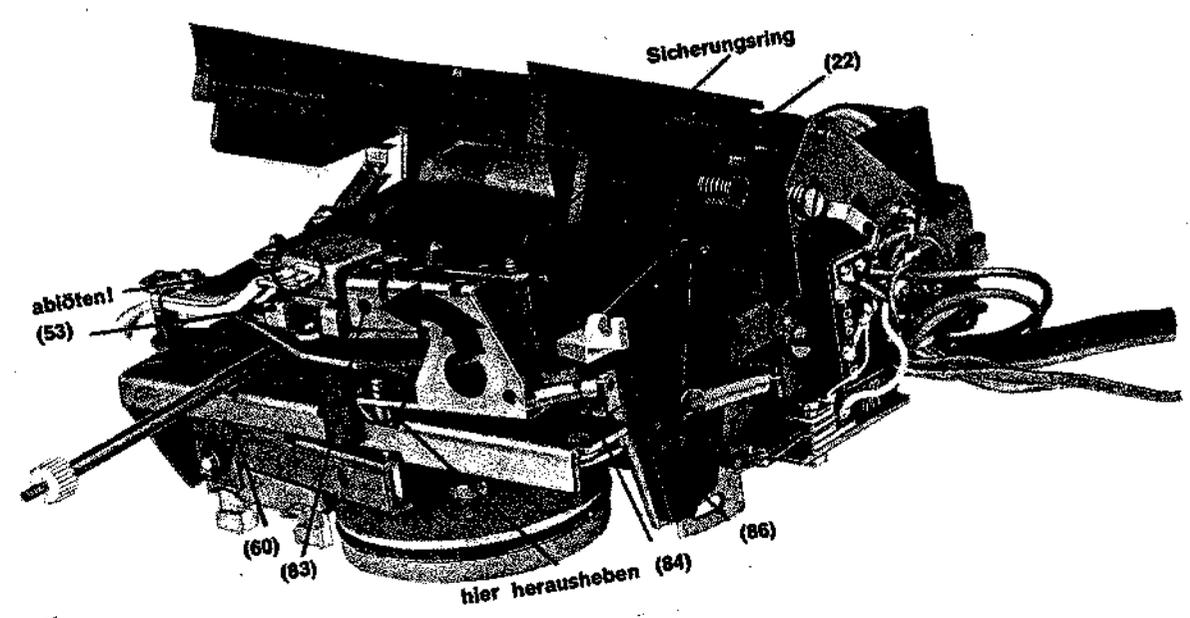
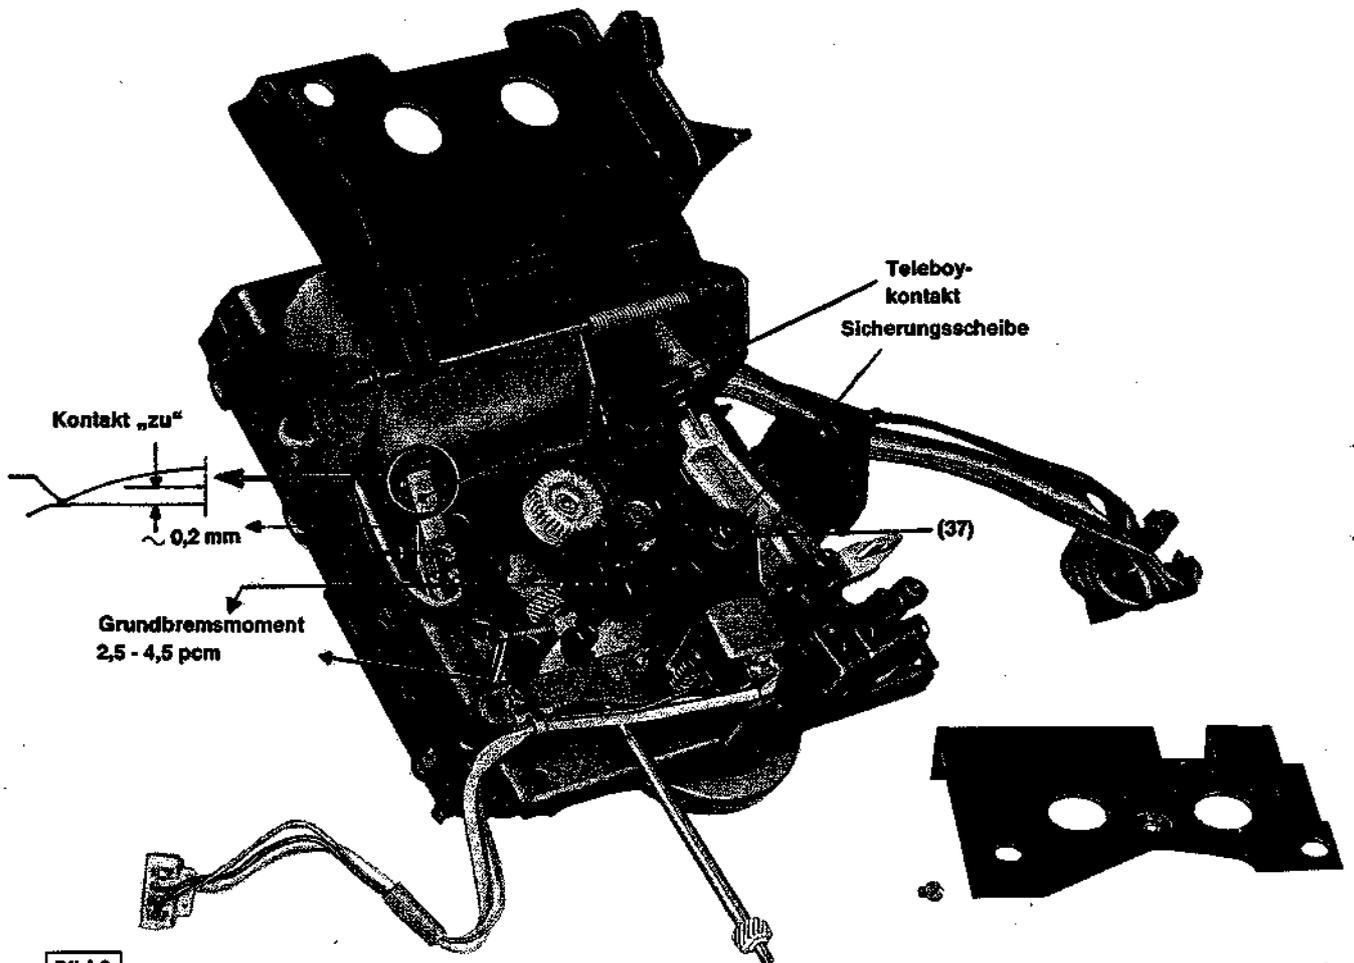
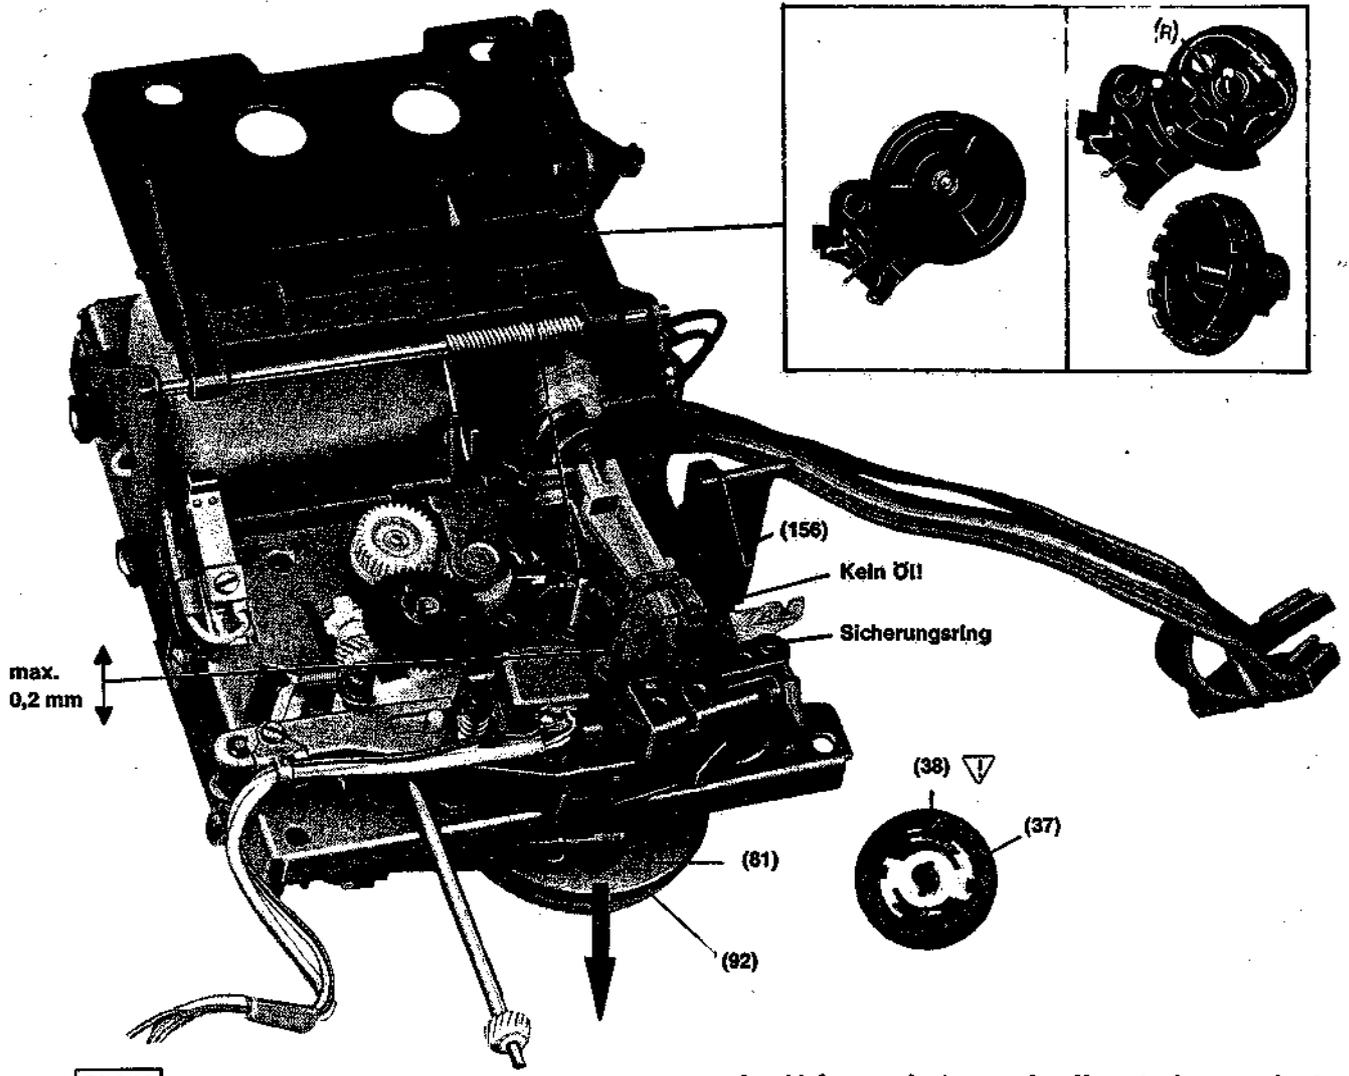
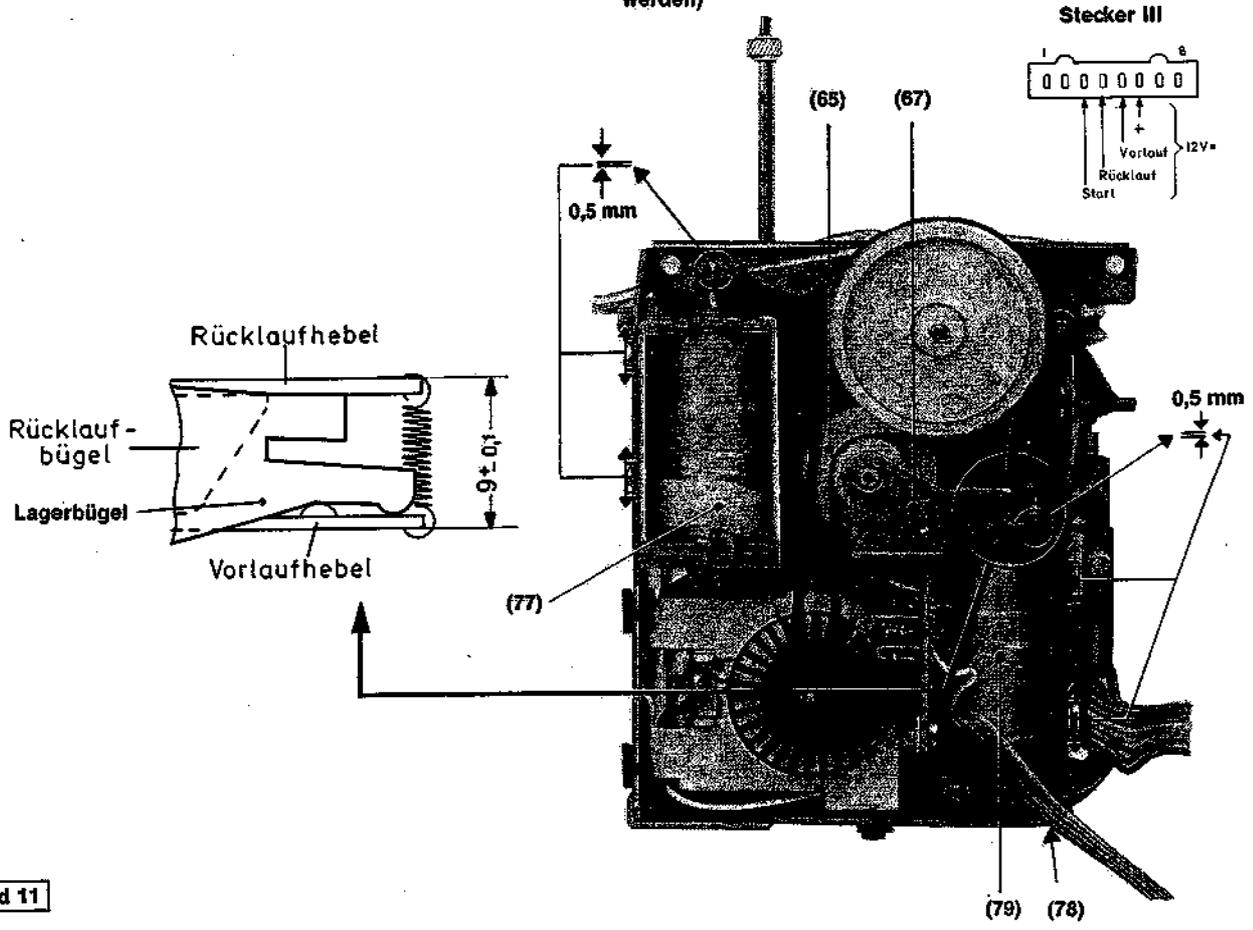

Bild 7
Bild 9
Bild 10
Bild 11
3.12. Kopf bzw. Andruckrolle wechseln [Bild 7, 8]
- Kopfträger (53) nach oben herausheben.
- Andruckrolle (83) wechseln:
- Feder (84) aushängen.
- Andruckrollenhebel aus der oberen Führung herausheben, nach hinten schwenken und die Gabel aus dem Zapfen des Startwinkels (60) herausheben (Bild 7).
3.13. Cassettenschacht (20) ausbauen [Bild 7, 8]
- Auswerfer (86) nach vorne ziehen. (Bild 7).
- Auswerfer vorsichtig in Pfeilrichtung (Bild 7) seitlich ziehen bis Cassettenschacht ausrastet.
- Rastarm (22) leicht nach Innen drücken, damit die Rastnase aus dem Auswerfer ausklinkt.
- Auswerfer (86) nach vorne ziehen (Bild 7).
- Schraube (K) herausdrehen.
- Damit sind sämtliche Zahnräder und Justierlappen zugänglich (Bild 9).
3.15. Kollektorplatte (156) ausbauen [Bild 9, 10]
- Sicherungsscheibe auf der Achse des Wickeltellers rechts (37) entfernen.
- Wickelteller vorsichtig abheben (Kollektorfeder (38) nicht verbiegen).
- Damit ist die Kollektorplatte (156) voll zugänglich (siehe Bild 10).
3.16. Optokommutator ausbauen [Bild 9, 10]
- Die Optokommutatorplatte kann durch Lösen der Schraube (R) und Ablöten der Anschlüsse an der Verteiler-Druckplatte herausgenommen werden.
3.17. Schwungscheibe (81) ausbauen [Bild 10]
- Riemen (92) abnehmen.
3.18. Rotor (65) ausbauen [Bild 11]
- Vorlauf-Magnet (79) ausbauen.
- Sicherungsring vom Lagerbügel (67) entfernen.
- Schwungscheibe (81) ausbauen (3.17).
- 4.2.1. Messung: Das axiale Spiel der Tonwelle darf 0,1 mm - 0,2 mm betragen (Bild 10).
- 4.5.4. Nach erfolgter Einstellung den Abstand zwischen Vorlaufhebel (Bild 11) und Rücklaufhebel kontrollieren (9 mm \pm 0,1 mm).
- 4.5.5. Justage: Am Justierpunkt am Lagerbügel biegen (Bild 11).
4.6.2. Justage: Am Justierpunkt am Lagerbügel biegen (Bild 11).
4.6.3. Messung: In Stellung Vorlauf ist der Vorlaufmagnet (79) so zu verschieben, daß zwischen Vorlaufhebel und Lagerbügel ein Abhub von 0,5 mm + 0,8 mm entsteht (Bild 11).
4.7.1. Messung: In Stellung Start ist der Startmagnet (77) so zu verschieben, daß die Druckscheibe 0,5 mm + 0,2 mm von der Sicherungsscheibe abhebt (Bild 11).